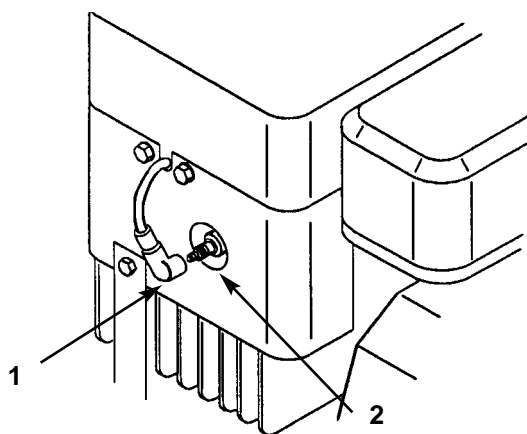

Fig. 22
3. Togliete il cappellotto dalla candela (Fig. 22) e pulite attorno alla candela per impedire che lo sporco penetri nel motore e lo danneggi.
3. Spingete il cappellotto sulla candela (Fig. 22).